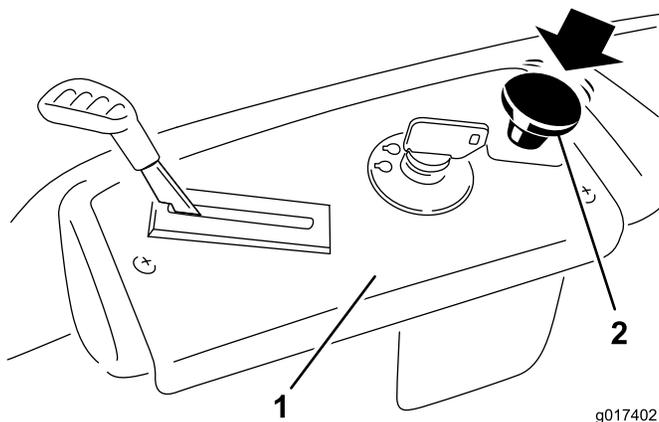

Bild 12
2. Stellen Sie den Zapfwellenantriebsschalter in die Aus-Stellung, um die Messer auszukuppeln (Bild 12).